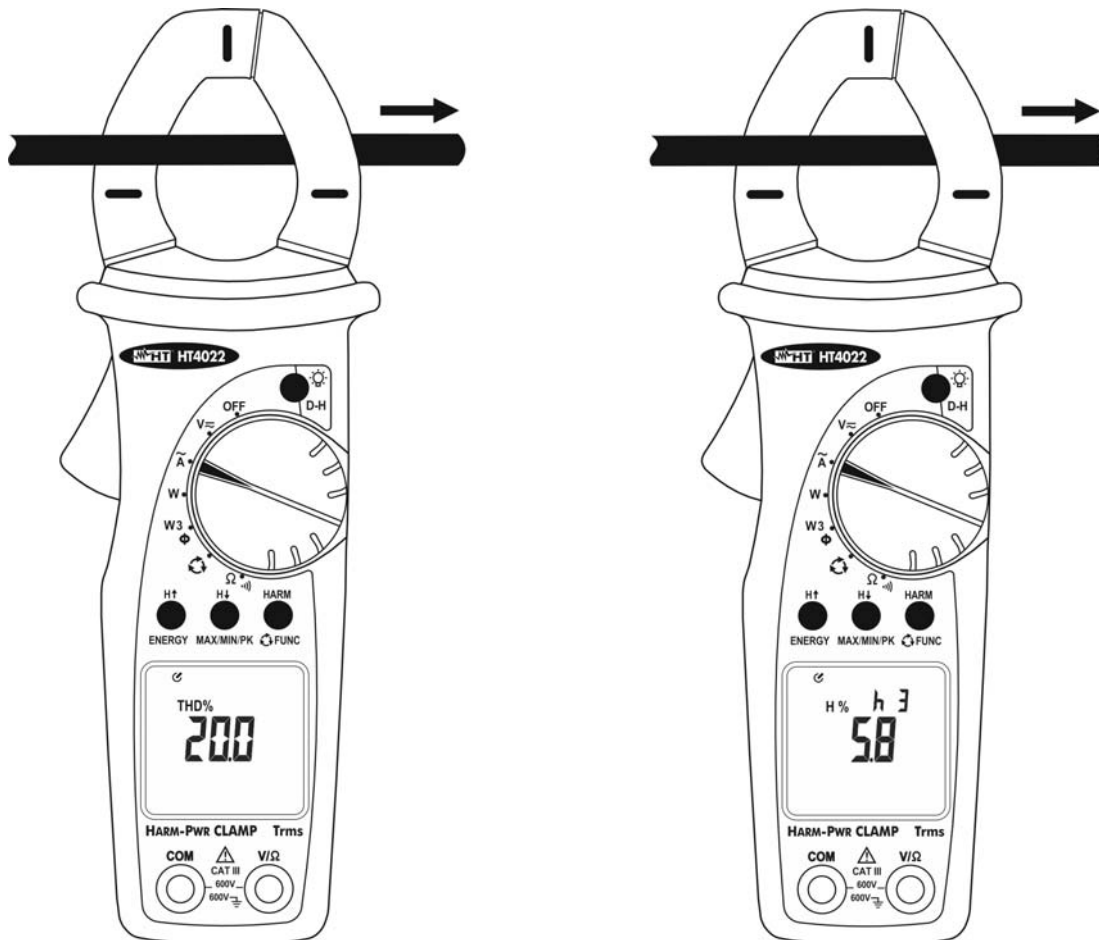

Fig. 10: Uso dello strumento per analisi armonica della corrente AC
3. Aprire il toroide ed inserire un singolo cavo al centro del medesimo (vedere § 4.1.2 e Fig. 10). Lo strumento visualizza il simbolo **THD%** corrispondente alla misura della Distorsione Armonica Totale per la corrente in esame (per il significato delle grandezze misurate vedere il § 8)